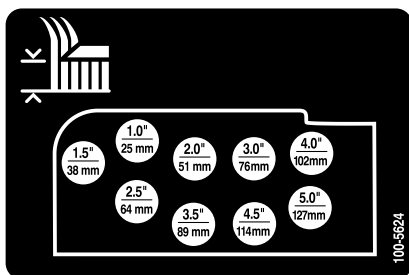

Figure 17
6. Montez les chaînes de hauteur de coupe dans le trou correspondant à la hauteur de coupe voulue (Figure 17) à l'aide de l'axe de chape et de la goupille fendue.